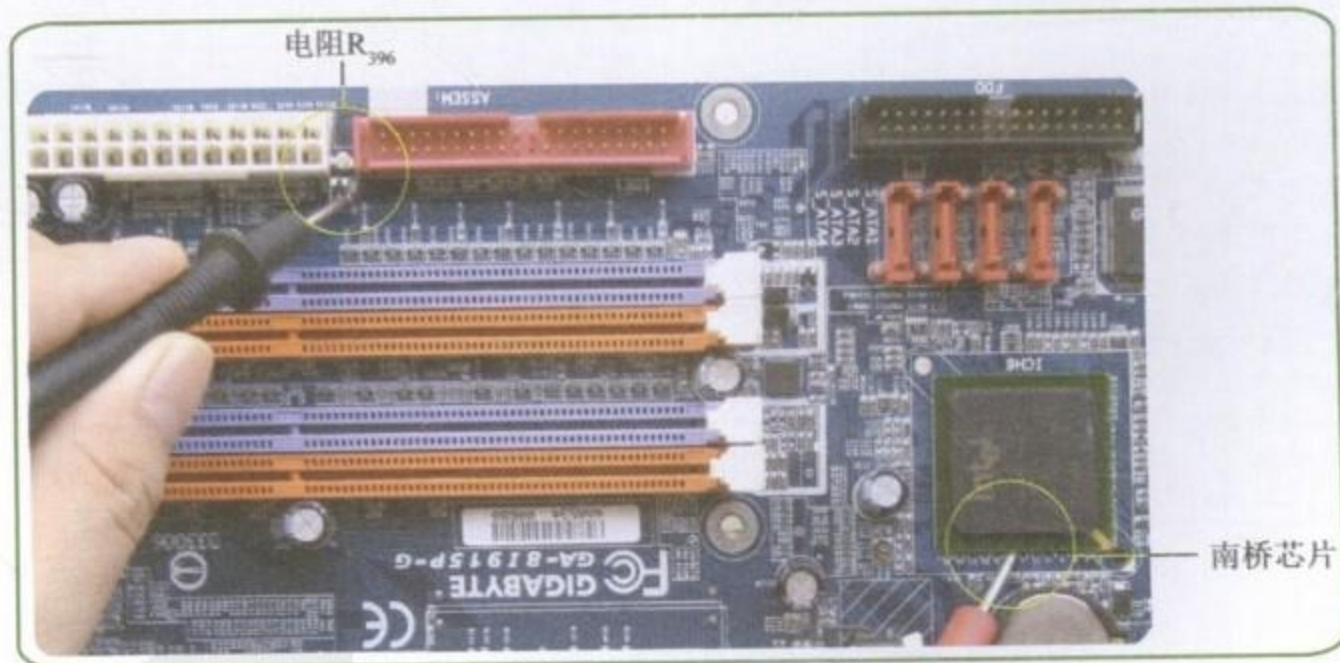

图7-25 测量南桥到电阻R₃₉₆的线路
Step 02 测量南桥的SLP_S3#引脚到电阻R₃₉₆的线路，如图7-25所示。